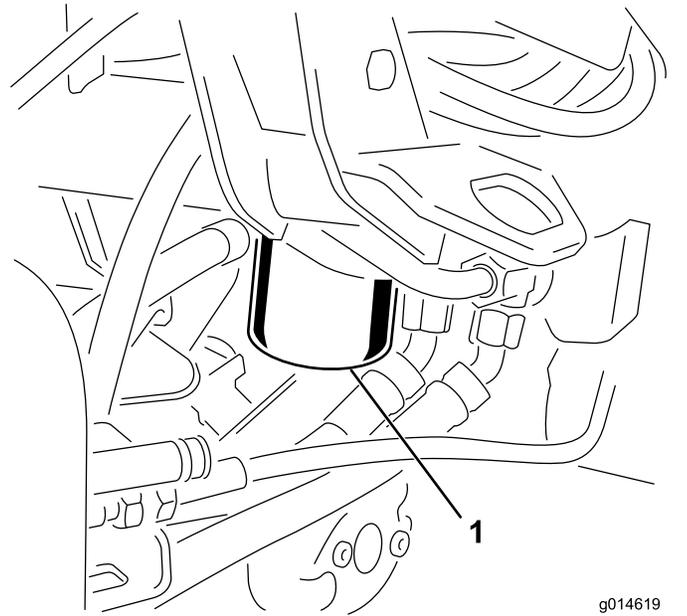

图 49
1. 清洁过滤器安装区周围的区域图 49。在过滤器下面放置一个放油盘并拆下过滤器。